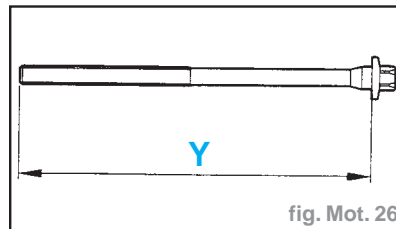

fig. Mot. 26
- Contrôler les vis de culasse avant réutilisation (fig. Mot. 26) :